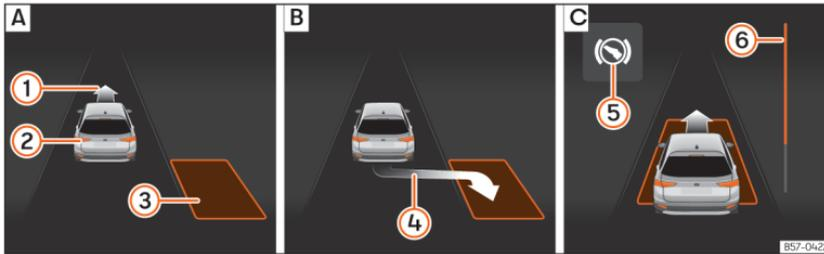
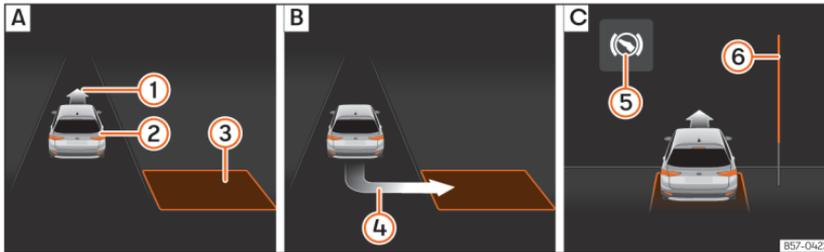

Abb. 140 Am Bildschirm des Kombi-Instruments: längs einparken. **A**: Parklücke suchen. **B**: Position zum Einparken. **C**: Rangieren.
Abb. 141 Am Bildschirm des Kombi-Instruments: quer einparken. **A**: Parklücke suchen. **B**: Position zum Einparken. **C**: Rangieren.
- Prüfen Sie anhand der Anzeige im Bildschirm des Kombi-Instruments, ob die Parklücke als „geeignet“ erkannt wurde und ob die korrekte Position zum Einparken » (Abb. 140) **B** oder
» (Abb. 141) **B** erreicht wurde. Die Parklücke wird als „geeignet“ betrachtet, wenn auf dem Bildschirm des Kombi-Instruments die Anzeige zum Einparken erscheint ④.
- Fahren Sie rückwärts, bis das Dauertonsignal des ParkPilot ertönt; **ODER:** fahren Sie zurück, bis auf dem Bildschirm des Kombi-Instruments die Anzeige für Vorwärtsfahren »» [Abb. 140] [C] oder »» [Abb. 141] [C] erscheint; **ODER:** fahren Sie zurück, bis am Bildschirm des Kombi-Instruments die Meldung **Park Assist beendet** erscheint. Die Fortschrittsanzeige ⑥ zeigt den zurückzulegenden Abstand an.
- Fahren Sie vorwärts, bis das Dauertonsignal des ParkPilot ertönt; **ODER:** fahren Sie vorwärts, bis am Bildschirm des Kombi-Instruments die Anzeige zur Rückwärtsfahrt erscheint. Der Parklenkassistent lenkt das Fahrzeug so lange beim Vorwärts- und Rückwärtsfahren, bis das Fahrzeug gerade in der Parklücke steht »» [Abb. 140] [C] bzw. »» [Abb. 141] [C].
Die Fortschrittsanzeigen »» [Abb. 140] ⑥ und »» [Abb. 141] ⑥ am Bildschirm des Kombi-Instruments zeigt symbolisch die noch zu fahrende relative Fahrstrecke an. Je länger die Distanz ist, desto größer ist der Füllstand des Fortschrittsbalkens. Bei Vorwärtsfahrt nimmt die Füllung des Fortschrittsbalkens nach oben ab und bei Rückwärtsfahrt nimmt die Füllung des Fortschrittsbalkens nach unten ab.